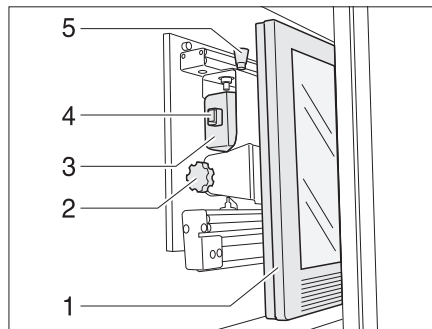

Bild 104 TV-Schrank
- Entriegelungsknopf (Bild 104,5) drücken und Halterung für den Flachbildschirm am Griffstück (Bild 104,4) bis zum Anschlag nach vorn ziehen.
- Entriegelungsknopf (Bild 104,1) ziehen und Flachbildschirm (Bild 104,2) in die gewünschte Position schwenken.
- Rändelschraube (Bild 104,3) lösen.